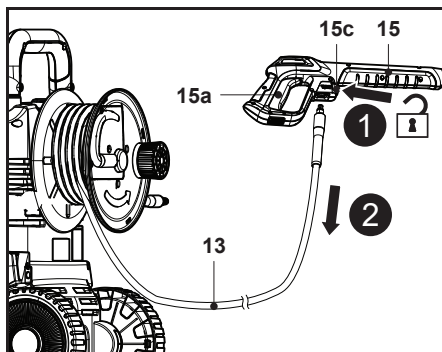

Fig. 8
3. Pour déconnecter le tuyau haute pression (13) du pistolet de pulvérisation (15), enfoncer le levier de déblocage rapide (15c) en direction du tuyau haute pression (13) et le maintenir, puis détacher le tuyau haute pression (13) (Fig. 8, étapes 1 et 2).